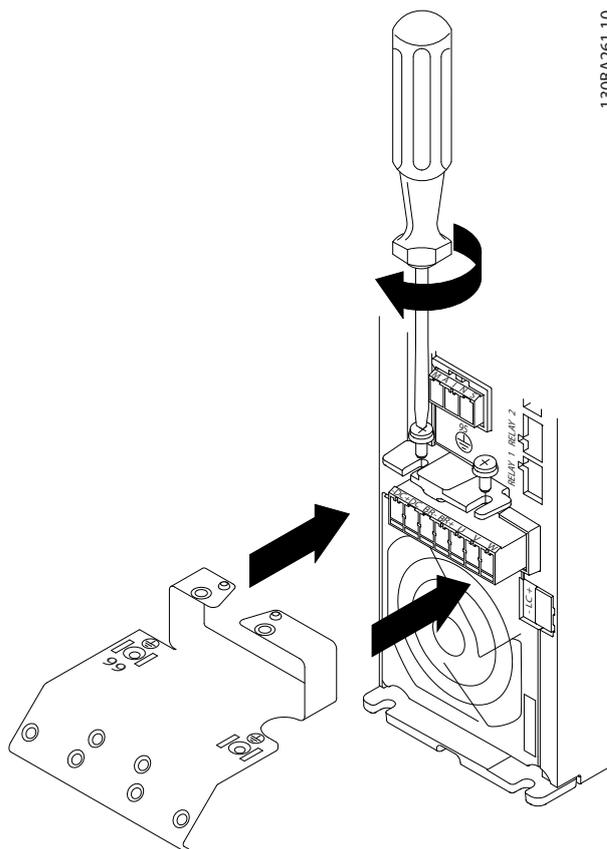

Abbildung 3.8 Montage der Montageplatte
1. Schieben Sie die Montageplatte auf und ziehen Sie die beiden Schrauben fest (siehe Abbildung 3.8).